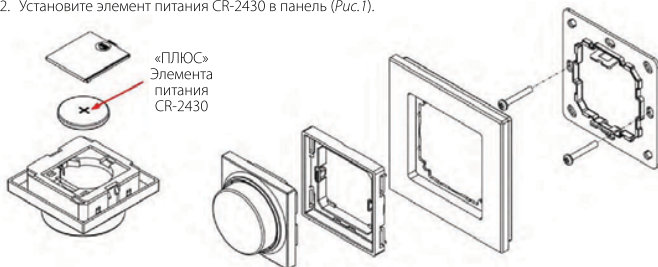

Рис. 1. Установка элемента питания и монтаж панели.
- 3.2. Установите элемент питания CR-2430 в панель (Рис.1).